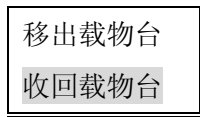

图 5.3
4. 将载物台②紧贴小车①沿轴线方向轻轻推入，在行程末端采用与分离时同样的握法，拇指用力向内推入；
5. 在系统待机画面下按 **[FUN]** 显示弹出式菜单，见图 5.3；选“收回载物台”按 **[START]**，载物台②移入机箱内。